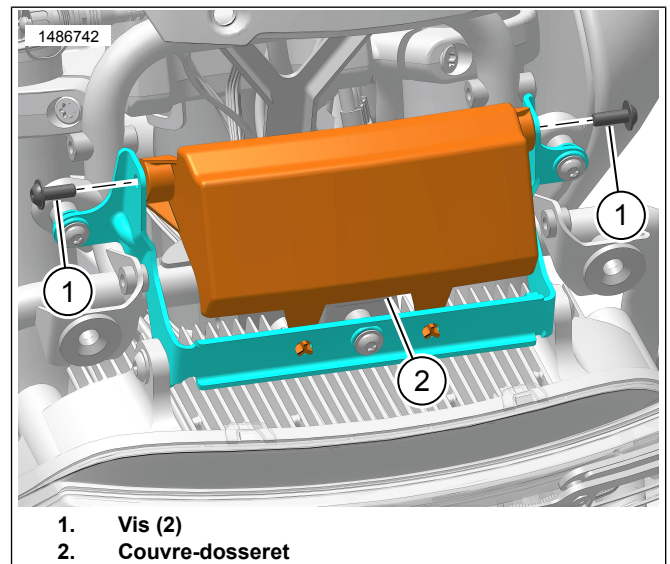

Figure 3. Plaque de blocage
2. Voir la Figure 3. Retirer le couvercle du capot.
- a. Enlevez les vis (1).
- b. Retirer et jeter le couvercle du capot (2).